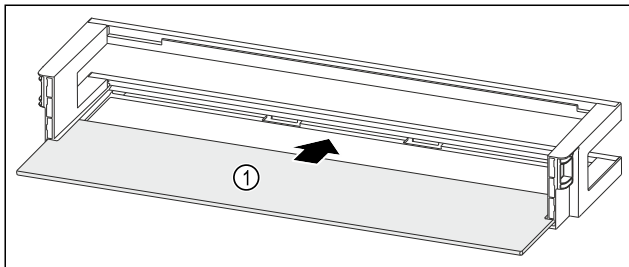

Fig. 102 Дверная полка со съемной полкой
- ▶ Вдвиньте съемную полку Fig. 102 (1) в боковые пазы.